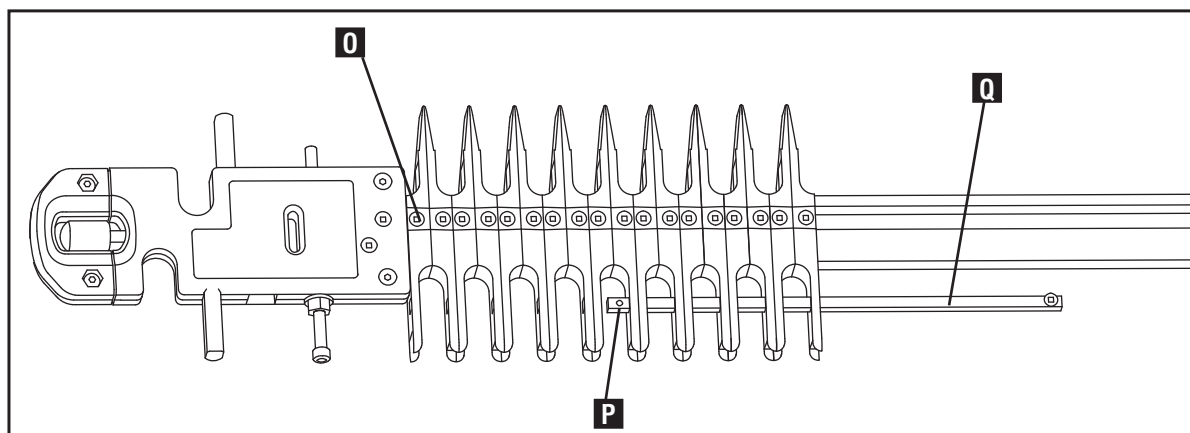
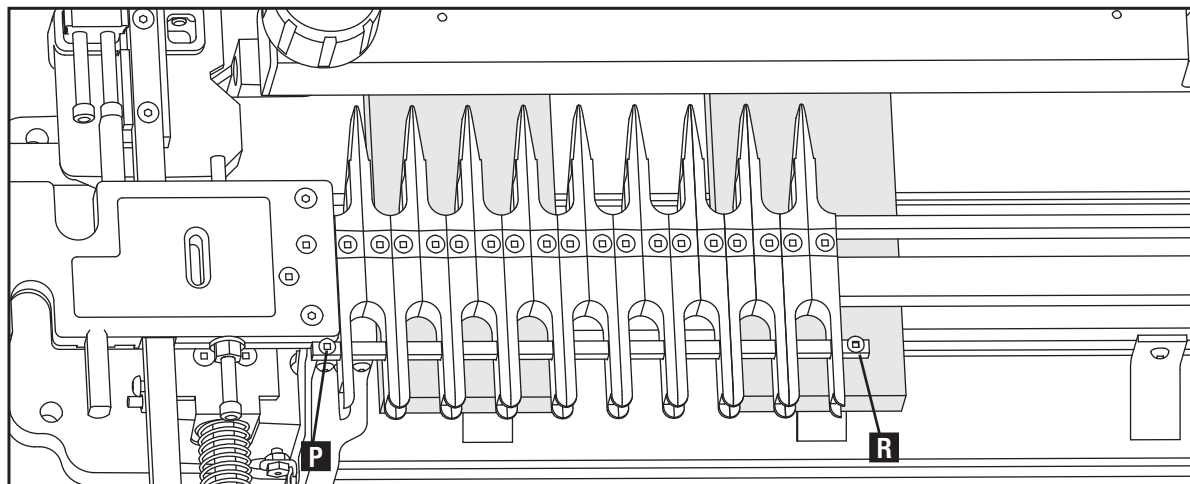

Fig. F5
Fig. F6
- Quite el tornillo de sujeción, que está ubicado en (P) Fig. F5 en el extremo de la barra (Q). Deslice la barra a través de los orificios en los encastres y reemplace el tornillo de sujeción (P). Luego ajuste los tornillos del encastre (O). Asegúrese de que el tornillo de sujeción (P) y (R) Fig. F6 se encuentra en su lugar de manera que la barra no se deslice hacia afuera.